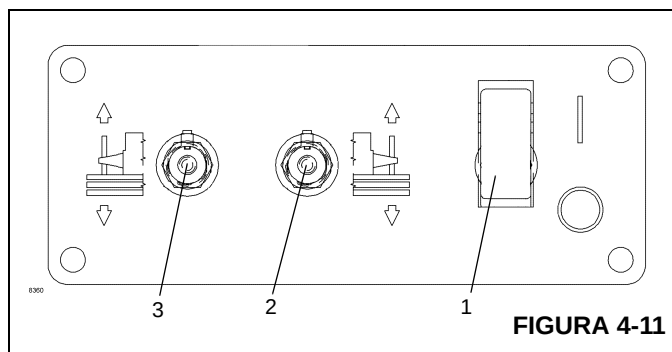

FIGURA 4-11
3. No painel de controle dos cilindros de contrapeso (Figura 4-11), abra a tampa da chave de alimentação (1) e coloque a chave na posição ligada.
4. Usando o painel de controle de cilindros de contrapeso, abaixe os cilindros do contrapeso empurrando para baixo a chave do cilindro da esquerda (2) e da direita (3). Utilize os pinos de fixação para prender os cilindros